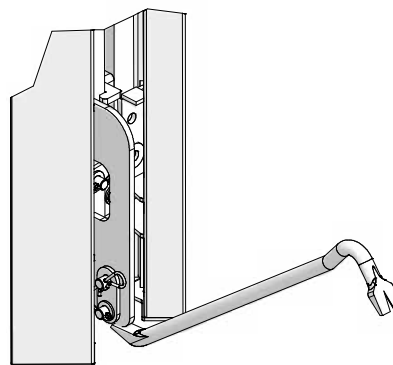
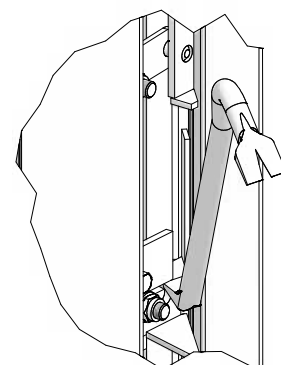

Abb. 31.3 A
Abb. 31.4 B
4. Ausschalecke wird mit dem Hebeisen aktiviert. Die Kniehebelstange wird dabei per Hebeisen nach oben gedrückt. Das Hebeisen kann unten am Punkt A (Abb. 31.3 A) oder in der Mitte bei Punkt B (Abb. 31.4 B) angesetzt werden. Dadurch wird die Schalung ohne Kraftaufwand von der Betonoberfläche gelöst.